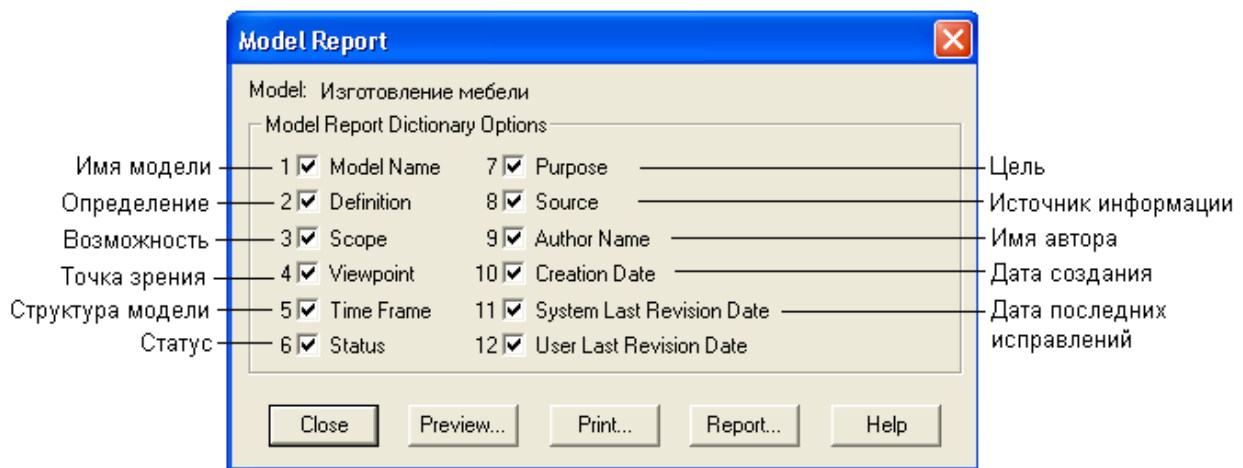

Рис. 3.9. Диалоговое окно выбора информации для отчета
2. Выберите необходимые поля, при этом автоматически отображается очередность вывода информации в отчете (рис. 3.9.);